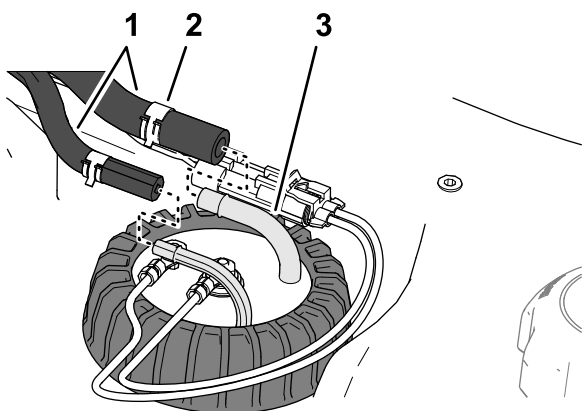

**Figure 96**
2. Installez avec soin le tube d'aspiration et le flotteur dans le réservoir de carburant (Figure 96).